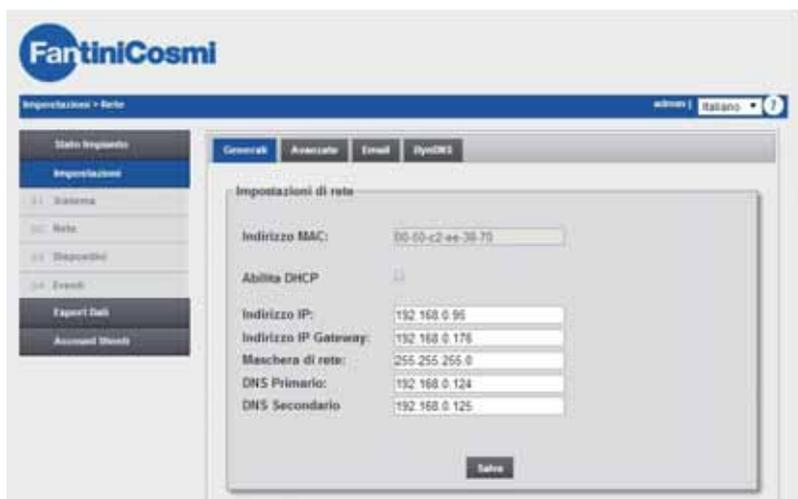

Figura 24 - Impostazioni di rete
- 1 ora > 24 campioni (Figura 24)